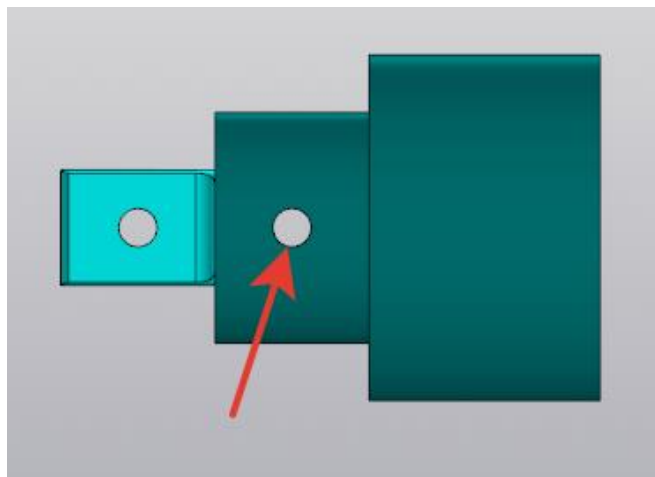

Рисунок 160.
13. Повернуть деталь и проверить совпали отверстие вала и корпуса (рисунок 160).